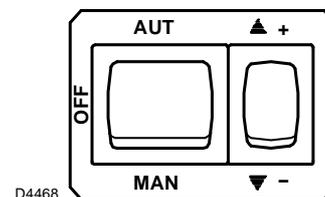

Abb. 20
- 2 Den manuellen Betriebsmodus "MAN" (Abb. 20) wählen und die Voreinstellung des Nocken III des Stellantriebs und der NULLPUNKT-Stellschraube wie in Tab. M angegeben durchführen, dann den Brenner anfahren.
- 3 Nach erfolgter Zündung den Stellantrieb von Hand durch Drücken des Schalters "+" (Abb. 20) zur Stellung der zweiten Flamme bringen.
- 4 Den Stellantrieb von Hand durch Drücken des Schalters "-" (Abb. 20) zur Stellung der ersten Flamme bringen.
Am Ende, nachdem geprüft wurde, ob der Brenner gut zündet und die Flamme stabil ist, den automatischen Betriebsmodus wählen, dazu den Betriebsartschalter auf "AUT" stellen (Abb. 20): die Modulation wird zwischen der eingestellten Position von NOCKEN III und der von NOCKEN I erfolgen.
Für eine Vergrößerung des Nockenwinkels muss zuerst der Winkel des Stellantriebs mit der Taste "Erhöhen der Leistung" +)(Abb. 20)vergrößert werden, dann muss der Winkel des **NOCKENS III** vergrößert werden und schließlich muss der Stellantrieb
mit der Taste "Verringern der Leistung" -)(Abb. 20) wieder auf Mindestleistung gestellt werden.